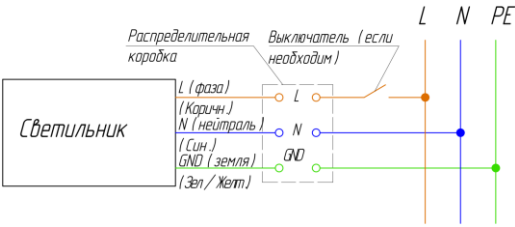
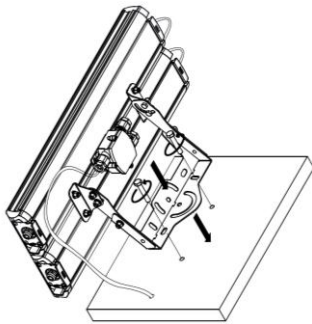

Рисунок 3. Электрическая схема подключения светильника к сети ~230В.
Рисунок 5. Установка светильника с креплением на монтажную поверхность.
- 5.3. Установите светильник с креплением на поверхность (см. рисунок 5). Наличие нескольких монтажных отверстий на основании крепления светильника позволяет установить его корпус в различном положении
- произведите соединение кабеля светильника с питающим кабелем в герметичной распределительной коробке или муфте или другим способом, обеспечивающим герметичное соединение со степенью пылевлагозащиты не менее IP65. При этом необходимо соблюдать полярность соединения проводов: коричневый – фазный проводник, синий – нейтральный проводник, зеленый/желтый – защитный проводник («земля») (см. рисунок 3). Установите светильник с креплением на поверхность (см. рисунок 5). Наличие нескольких монтажных отверстий на основании крепления светильника позволяет установить его корпус в различном положении.